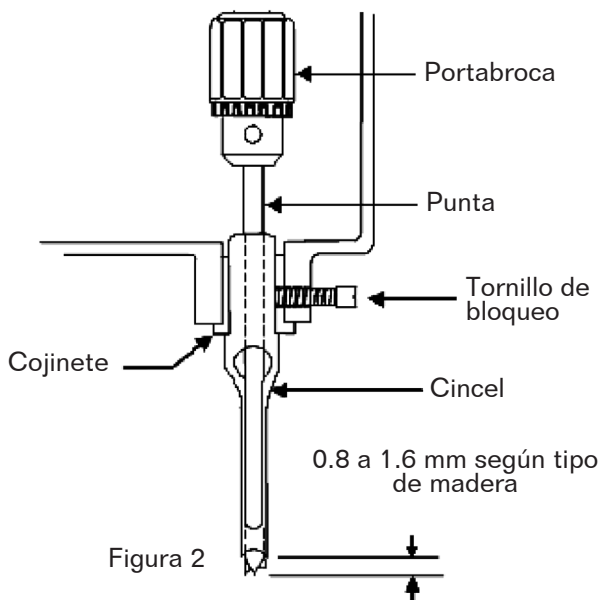

Figura 2
1. Afloje el tornillo de bloqueo, como se muestra en la Figura 2.